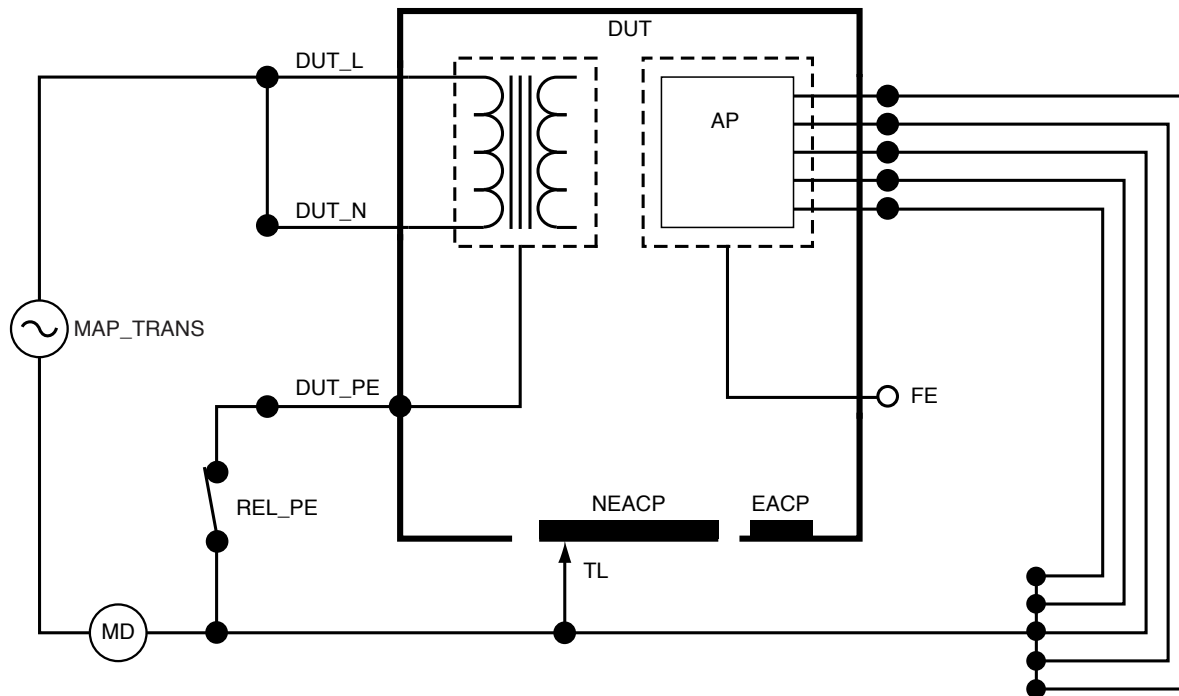

Figura 38: Fugas de equipos alternativos, esquema
*Durante esta medición, tierra cerrada significa que el contacto de tierra del dispositivo bajo prueba está conectado al dispositivo de medición de corriente, como se muestra en «Figura 38: Fugas de equipos alternativos, esquema» en la página 48. La tierra del dispositivo bajo prueba **no** está conectada a la tierra de protección de la red.*